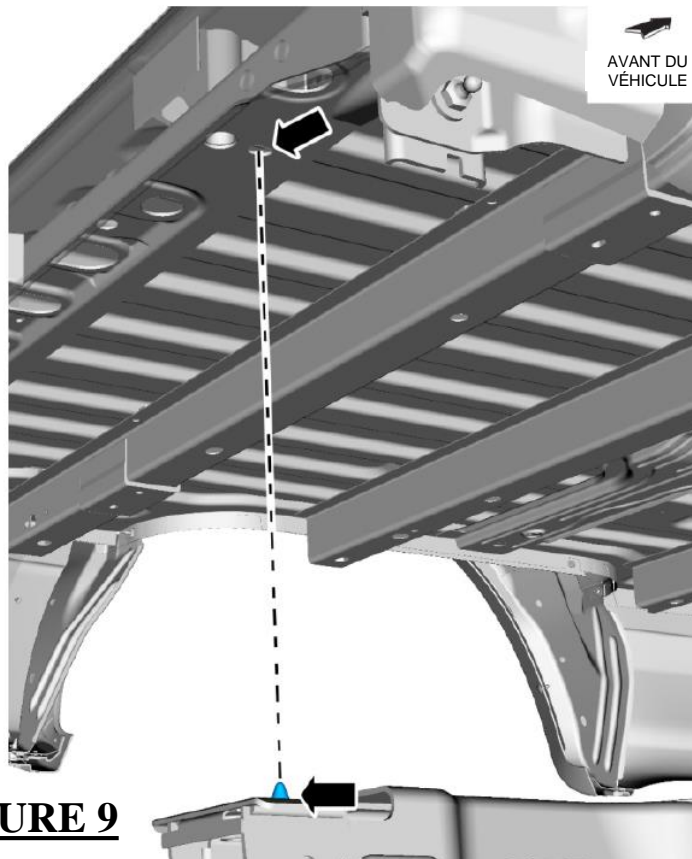

FIGURE 9
- S'assurer que les languettes de positionnement illustrées à la figure 9 sont correctement installées sur les deux cadres de camionnette et sur la plateforme afin de prévenir le désalignement.